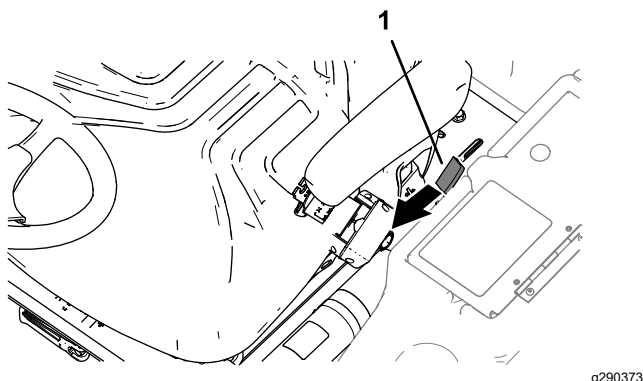

Bild 48
1. Bewegen Sie den Verschlussriegelgriff (Bild 48) zur Vorderseite der Maschine, bis die Sperrhaken den Riegel freigeben.